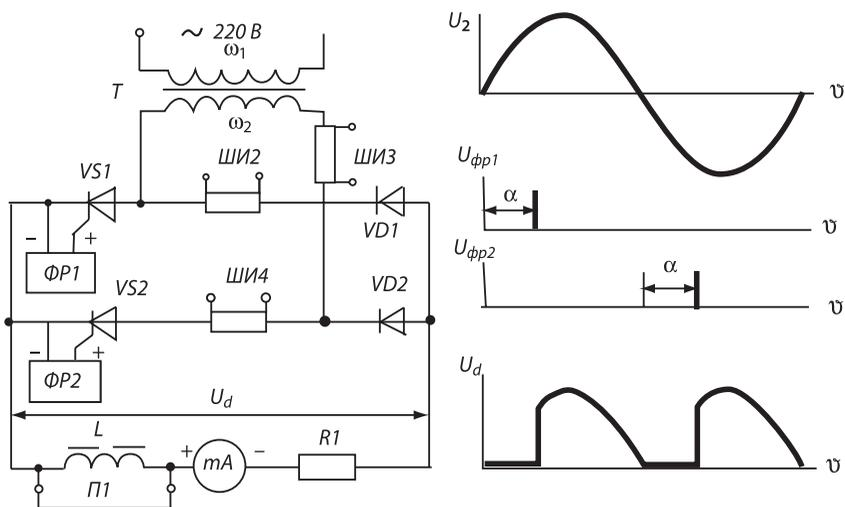

Рис. 6.1. Принципиальная схема и временные диаграммы работы полупроводящего выпрямителя
2. Собрать схему (рис. 6.1).
Шунты измерительные *ШИ2*, *ШИ3*, *ШИ4* служат для снятия осциллограмм токов диода *VD1*, тиристора *VS2* и вторичной обмотки трансформатора ω_2 . Выходы 1, 2 фазорегулятора обозначены на схеме соответственно *ФР1* и *ФР2*. Переключатель *П1* обеспечивает активный характер нагрузки выпрямителя. При положении «1» переключателя фазорегулятора импульсы на выходах *ФР1* и *ФР2* появляются в смежные полупериоды питающего напряжения со сдвигом на угол управления α относительно начала полупериода (см. рис. 6.1). Регулирование одноименным регулятором изменяет величину среднего значения выпрямленного напряжения U_d . Установить $R2 = 50$ Ом. Включить питание стенда и фазорегулятора.